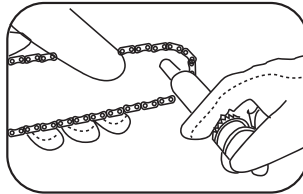

Рис. 15
3. Использование шприца для смазки (не входит в комплектацию, следует приобрести дополнительно). Поставьте иглообразную дюзу в отверстие для смазки и вводите смазку до тех пор, пока она не появится на внешней кромке цепного зубчатого колеса шины (Рис. 15).